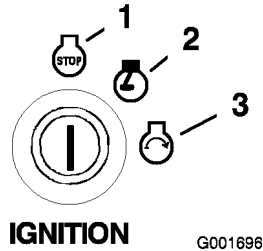

Figura 14
6. Gire la llave de contacto a la posición de Arranque (Figura 14). Cuando el motor arranque, suelte la llave.
4. Gire la llave de contacto a la posición de Parada y retire la llave (Figura 14).